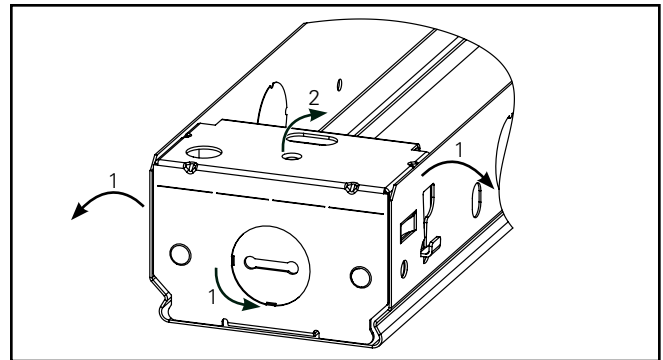

Figure 2.
1. Faites tourner l'extrémité en tirant légèrement le canal et en poussant le bas de l'extrémité (Figure 2.).